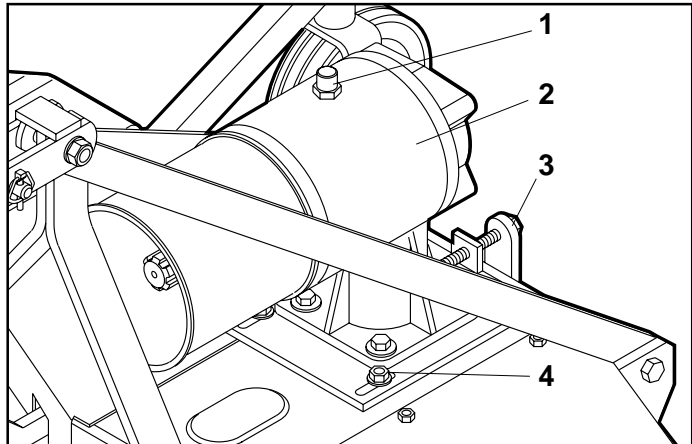

Fig. 23
- allentare le quattro viti che fissano la scatola ingranaggi alla macchina (4 Fig. 23);
- dopo avere allentato il controdado, avvitare o svitare, la vite (3 Fig. 23) di registro tensione cinghie in modo da ottenere quanto sopra descritto.
Se le cinghie risultassero usurate o rotte, sostituirle con cinghie nuove operando sempre tramite la vite di registro (3 Fig. 23) operando nel seguente modo:
- dopo avere allentato il controdado, svitare completamente la vite di registro (3 Fig. 23);
- *loosening the four bolts that fix the gearbox to the machine (4 Fig. 23);*
- *after having loosened the check nut, tighten or slacken off the belt tension adjuster screw (3 Fig. 23) in order to obtain the above described conditions.*
If the belts are worn or torn, replace them by means of the adjuster screw (3 Fig. 23) and by proceeding in the following way:
- *loosen the four screws that fix the gearbox to the machine (4 Fig. 23);*
- *loosen the check nut and completely unscrew the adjuster screw (3 Fig. 23);*
- Die vier Schrauben lockern, die das Getriebegehäuse an der Maschine befestigen (4 Abb. 23).
- Nach dem Lockern der Gegenmutter die Schraube (3 Abb. 23) zum Einstellen der Riemenspannung anziehen oder lockern, um die richtige Spannung zu erhalten.
Sollten die Keilriemen verschlissen und gerissen sein, müssen sie durch neue ersetzt werden, wobei man immer die Nachstellschraube (3 Abb. 23) benutzt und folgendermaßen vorgeht:
- Nach dem Lockern der Gegenmutter die Schraube (3 Abb. 23) zum Einstellen der Riemenspannung ganz herausdrehen.
- *Desserrer les quatre vis qui fixent la boîte à engrenages à la machine (4 Fig. 23).*
- *Après avoir desserré le contre-écrou, visser ou dévisser la vis (3 Fig. 23) de réglage de la tension des courroies de manière à obtenir le résultat voulu.*
Si les courroies sont usées ou cassées, les remplacer par des courroies neuves en intervenant sur la vis de réglage (3 Fig. 23) de la manière suivante:
- *Desserrer les quatre vis de fixation de la boîte à engrenages à la machine (4 Fig. 23).*
- *Après avoir desserré le contre-écrou, dévisser totalement la vis de réglage (3 Fig. 23).*
- Aflojar los cuatro tornillos que fijan la caja engranajes a la máquina (4 Fig. 23);
- Luego de haber aflojado la contratuerca, ajustar o aflojar el tornillo (3 Fig. 23) de regulación tensión correas en modo de obtener la situación expuesta.
Si las correas resultan gastadas o rotas cambiarlas con nuevas, operando siempre con el tornillo de regulación (3 Fig. 23) operar del siguiente modo:
- aflojar los cuatro tornillos que fijan la caja engranajes a la máquina (4 Fig. 23);
- luego de haber aflojado la contratuerca, desenroscar completamente el tornillo de regulación (3 Fig. 23);